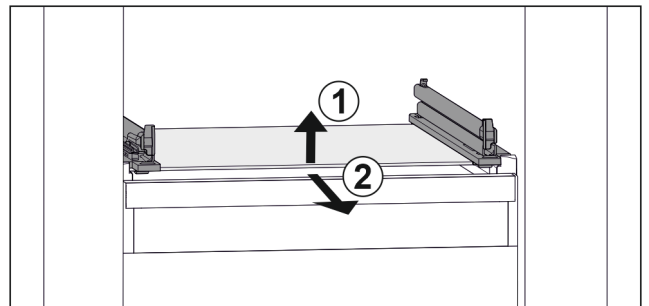

Fig. 51 Az üveglap példaként szolgáló ábrázolása
- ▶ Emelje meg az üveglap elejét. Fig. 51 (1)
- ▶ Vegye ki az üveglapot előre felé. Fig. 51 (2)